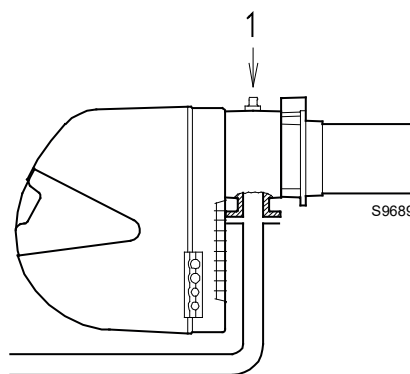

Fig. 26
Pression de gaz mesurée à la prise 1)(Fig. 26), avec :
- soustraire de la pression du gaz à la prise 1)(Fig. 26) la pression dans la chambre de combustion.
Pression de gaz à la prise 1)(Fig. 26) = 9,3 mbars
Par contre, pour connaître la pression du gaz nécessaire à la prise 1)(Fig. 26), après avoir fixé la puissance à laquelle on souhaite que le brûleur fonctionne en 2e allure :
- Lire sur la droite, colonne 1, la pression à la prise 1) (Fig. 26).
pression nécessaire à la prise 1)(Fig. 26).